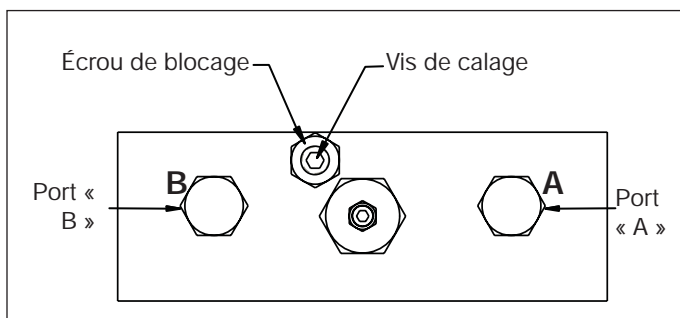

Figure 11, informations sur le réglage, soupape de limitation de pression côté rappel
3. Afin de pouvoir régler, desserrer la vis de blocage sur la soupape de limitation de pression côté rappel. (voir figure 11).